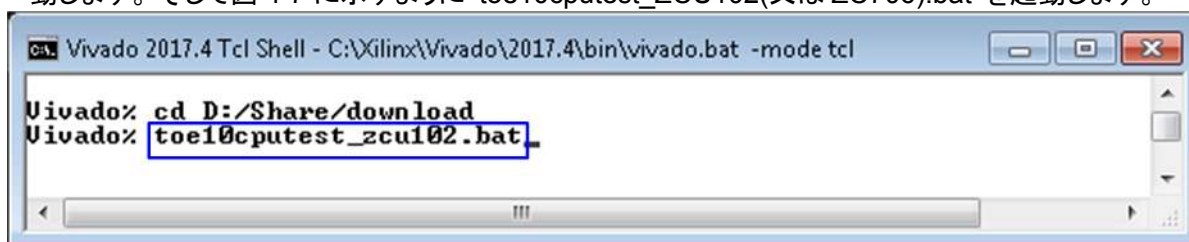

図 4-7: Vivado ツールによる ZCU102/ZC706 のダウンロード用コマンド・スクリプト
- 7) Vivado TCL シェルを起動しクライアント・ディレクトリを本デモ用コンフィグレーション・ファイルのあるホルダに移動します。そして図 4-7 に示すように”toe10cputest_zcu102(又は ZC706).bat”を起動します。